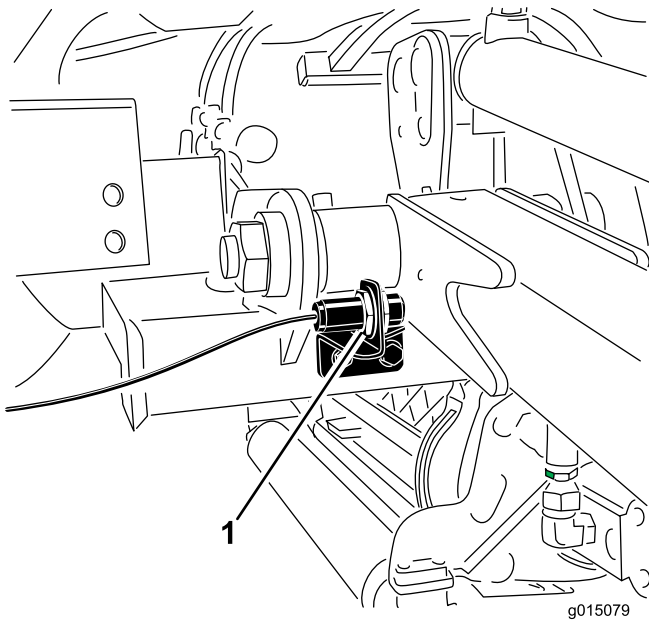

Figura 40
2. O interruptor do braço de elevação encontra-se por trás do braço de elevação direito dianteiro (Figura 40).
3. Solte os parafusos de montagem do interruptor (Figura 40) e desloque o interruptor para cima para aumentar a altura de viragem do braço de elevação ou desloque o interruptor para baixo para diminuir a altura de viragem do braço de elevação. Aperte os parafusos de montagem.